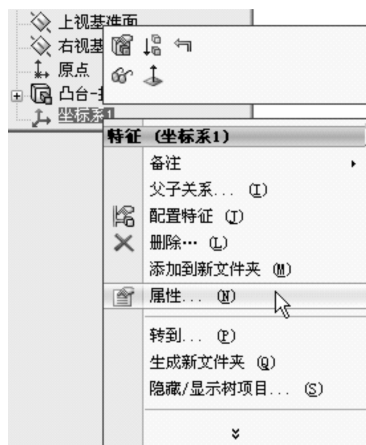

图 1-70 更改坐标系名称以说明用途
- 当生成新的坐标系时，最好起一个有意义的名称以说明它的用途。打开特征管理器设计树，在坐标系图标位置选择右键菜单中【属性】命令，在弹出的【属性】对话框中输入新的名称，如图 1-70 所示。